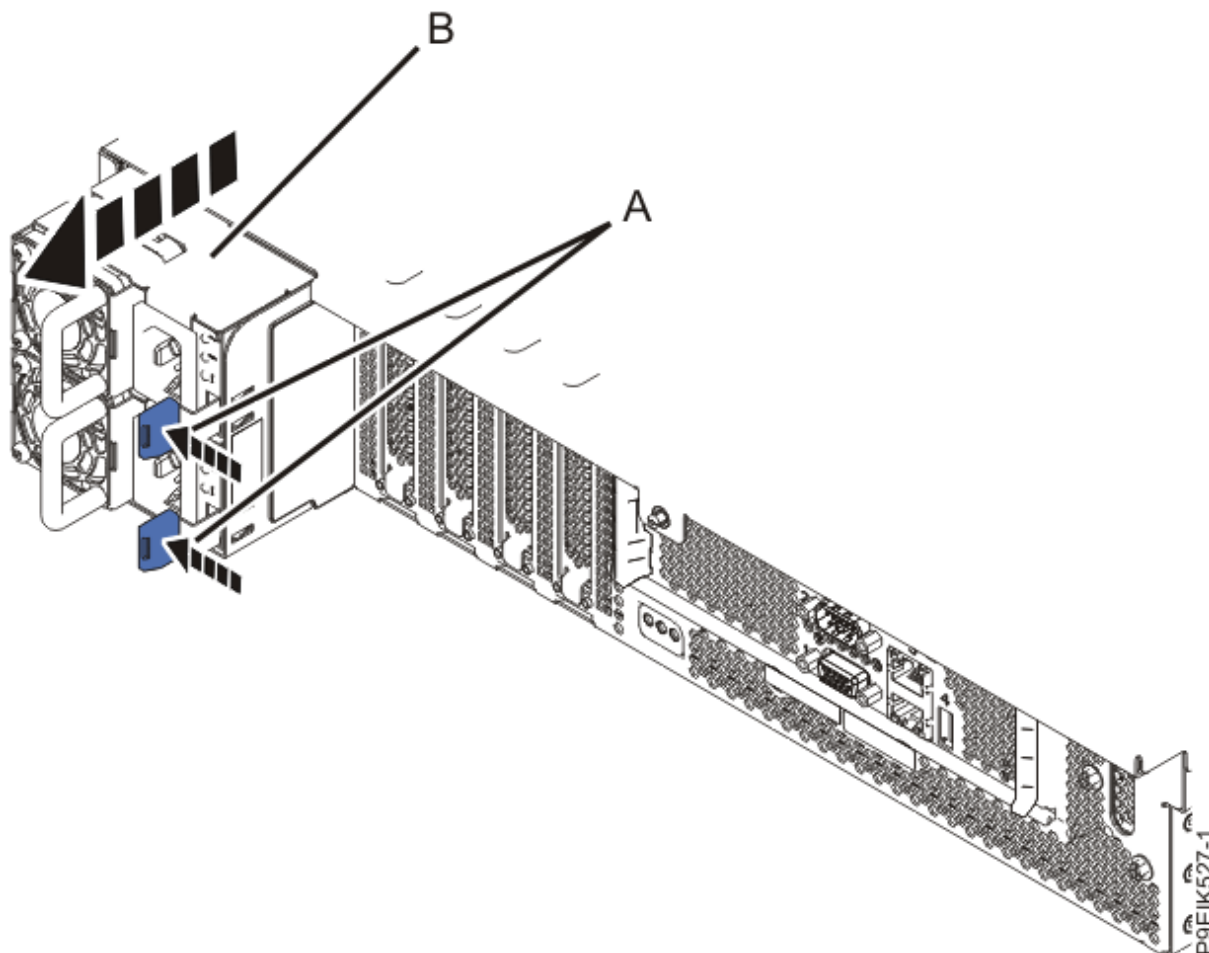

Figura 96. Extracción de las fuentes de alimentación del sistema
9. Quite las fuentes de alimentación del sistema, tal como se muestra en la Figura 96 en la página 124.